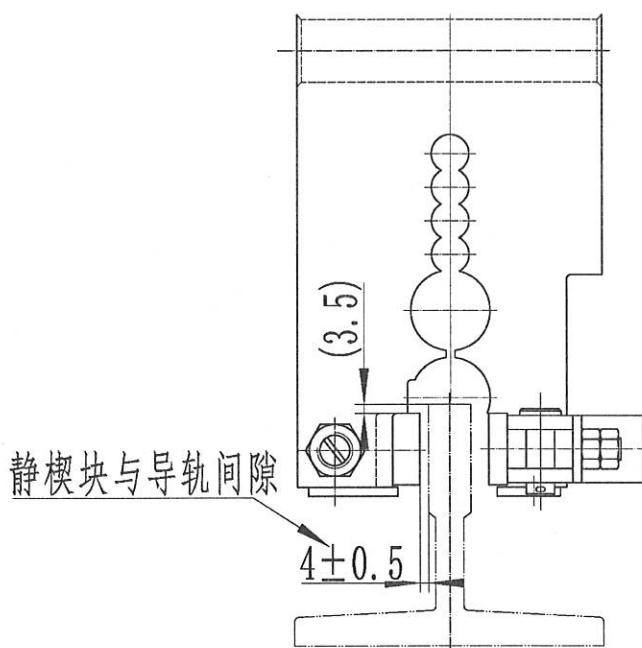

图 4 安全钳与导轨间隙
2.2.2.3 安全钳前部静楔块侧用螺栓固定，动楔块侧用压缩弹簧固定，调节静楔块侧螺栓位置，使安全钳左右移动，静楔块与导轨的间隙接近 4mm，允许误差位 ± 0.5 mm，如图 4 所示。